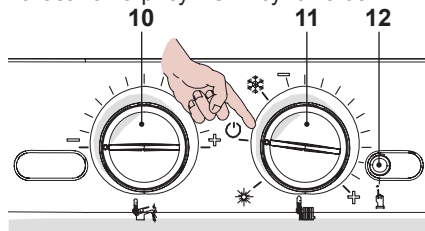

Рисунок 5.68
- Чтобы выйти из режима программирования, установите переключатель функций / регулятор температуры отопления 11, как показано на рисунке Рисунок 5.68.